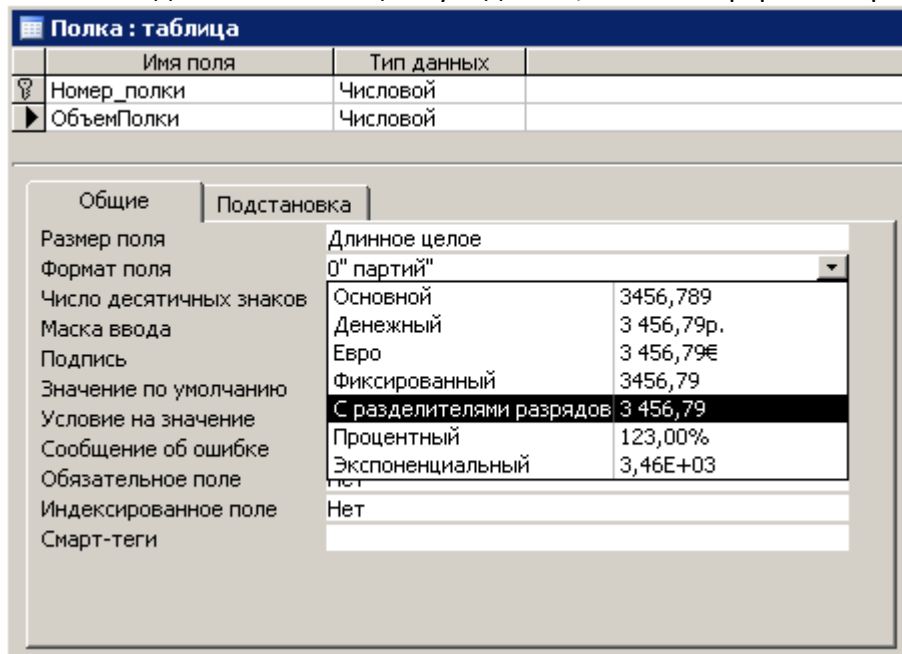

Рис.10. Создание собственных форматов для полей таблицы
Приемы по созданию форматов полей таблиц MS Access аналогичны. На рис.10 показан пример формата для поля ОБЪЕМ_ПОЛКИ.
2. Примените имеющиеся стандартные форматы (рис.10).